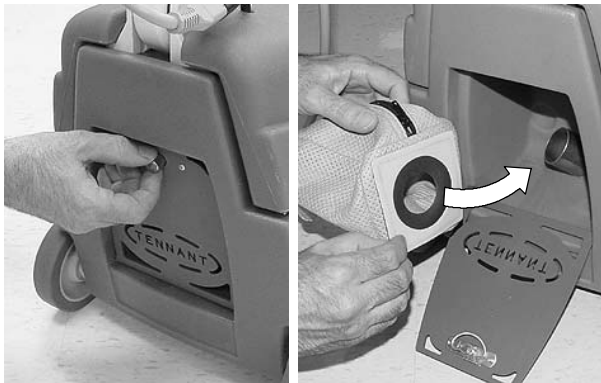

ABB. 3
2. Schieben Sie den Staubbeutelkragen wie angegeben über den Einlassschlauch und schließen Sie das Fach wieder (Abbildung 3).